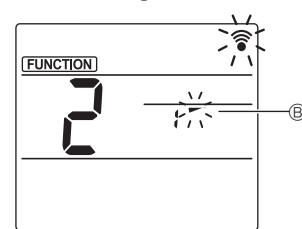

Fig. 3
- ③ Indstilling af ventilatorvingevinkel (Fig. 3)